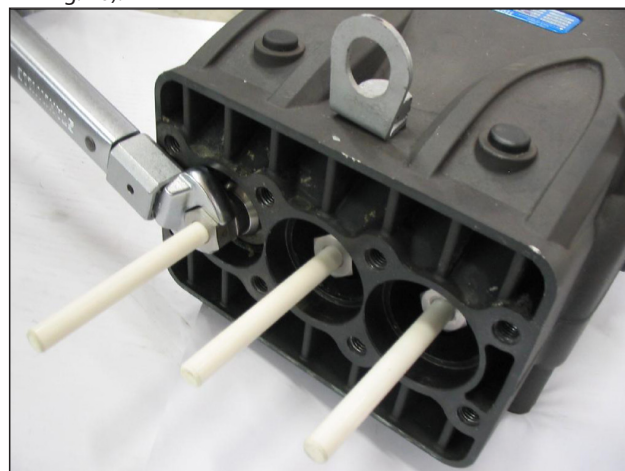
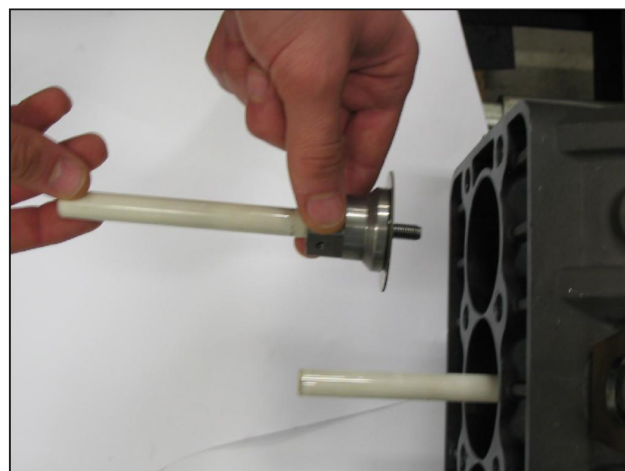

Fig. 28
Fig. 29
- Remova os pistões com uma chave de boca e verifique o seu estado de desgaste, conforme indicado nas Fig. 28 e Fig. 29, substituindo-os, se necessário.